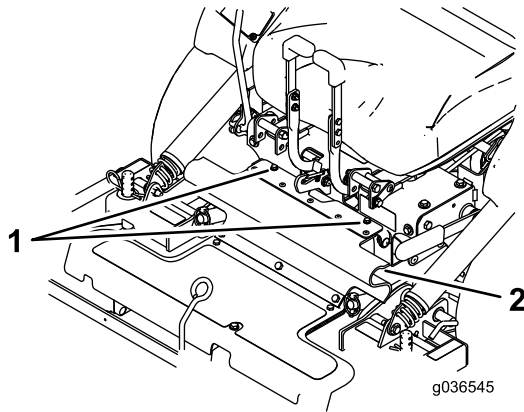

Bild 12
3. Lösen Sie die Schrauben, mit denen die Schutzvorrichtung befestigt ist (Bild 12).